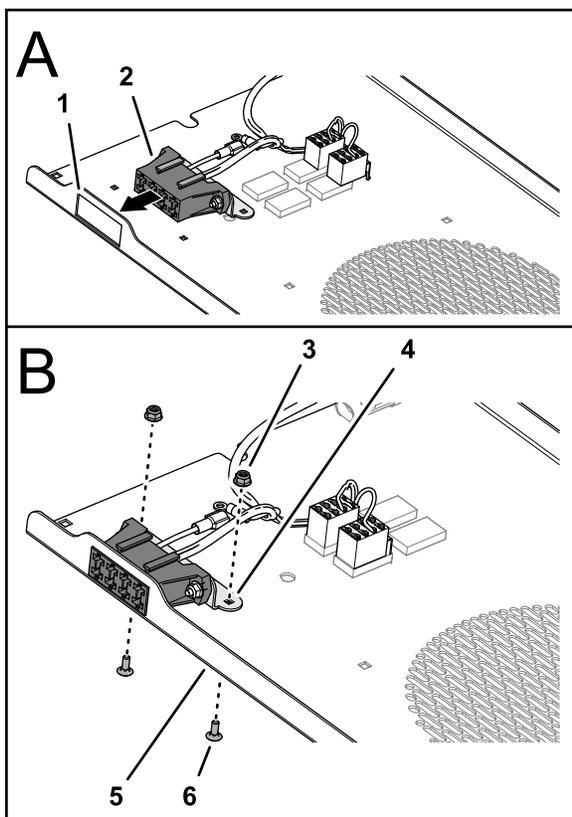

Figura 7
- Allineate le guide di montaggio del portafusibili in alto e inserite il portafusibili nell'apertura rettangolare del pannello interruttori come mostrato nella Figura 7
3. Allineate i fori quadrati del supporto del portafusibili con i fori quadrati nel pannello interruttori (Figura 7).
4. Montate il supporto del portafusibili sul pannello interruttori (Figura 7) con i 4 bulloni a testa tonda (n. 10 x 1/2") e i 4 dadi di bloccaggio flangiati (n. 10).